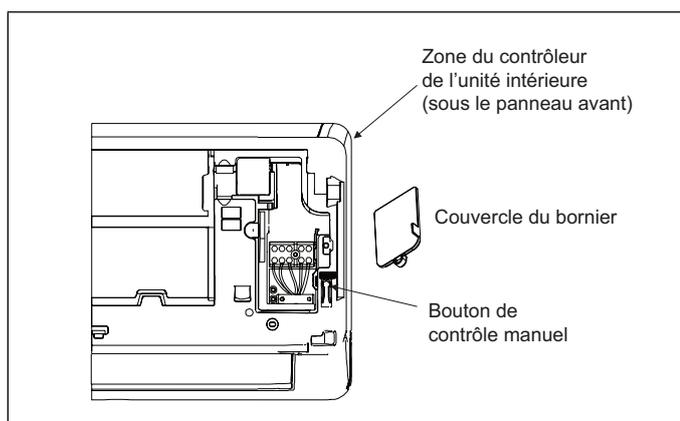

Figure 35. Bouton de contrôle manuel
2. Le bouton MANUAL CONTROL (contrôle manuel) se trouve du côté droit de l'unité. Appuyer deux fois sur ce bouton pour sélectionner la fonction CLIMATISATION. Voir la «Figure 35. Bouton de contrôle manuel».